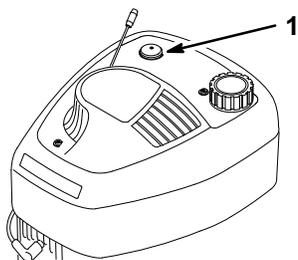

Figure 14
2. Appuyer trois (3) fois sur l'amorceur (Fig. 14). Attendre environ deux (2) secondes entre chaque actionnement.